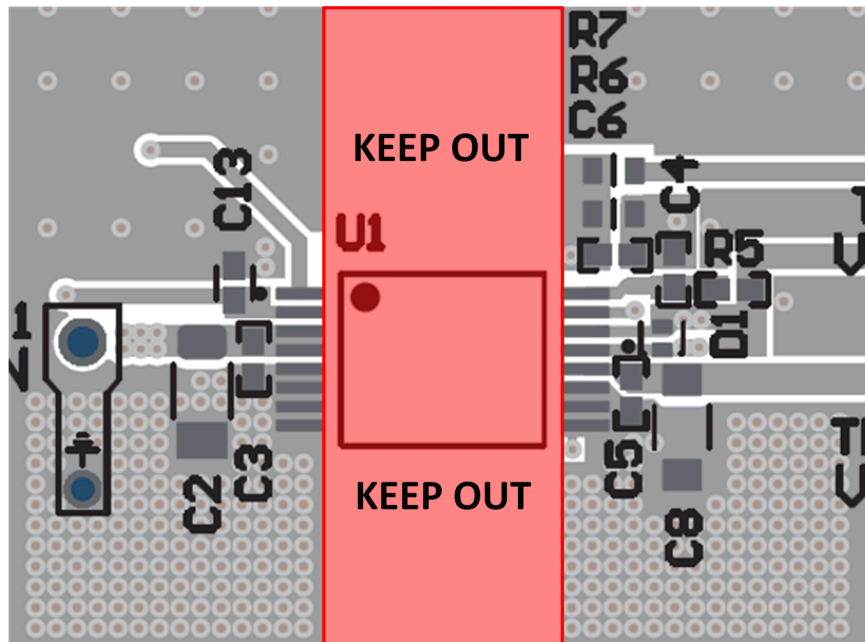

図 8-9. 絶縁禁止領域
8. 沿面距離: データシートに規定されている沿面距離、空間距離、電圧絶縁定格を完全に維持するため、UCC35131-Q1 の直下に信号パターンを配線したり、部品を配置したりしないようにします。定義された絶縁バリア全体で、空間距離を赤色でハイライトしたままにします。基本絶縁でのキープアウトの空間距離は、強化絶縁要件 (8.2mm) より 50% 短くできます。8.2Mm を使用すると、追加の-margin が得られます。図 8-9 にレイアウトの例を示します。